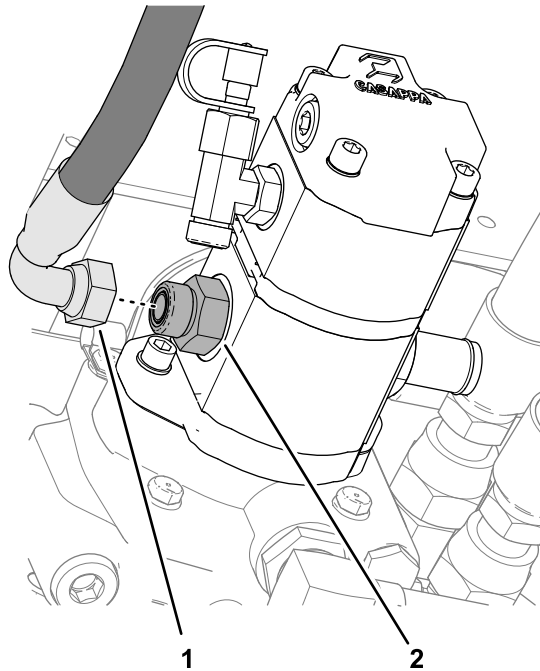

Figura 104
1. Desconecte la manguera de presión del motor de la bomba de fumigación del acoplamiento recto del lado izquierdo de la bomba hidráulica (Figura 104).